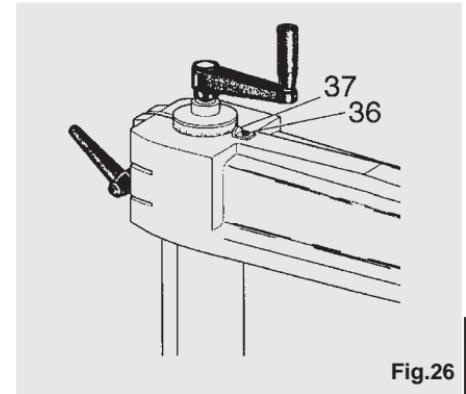

Fig.26 NL
Als de arm eenmaal loodrecht op de aanslagstijl staat kan men de schaal op de arm afstellen (zie fig.26). Draai schroef (36) los en zorg dat de schaal (37) samenvalt met positive 0 van de schaalverdeling.